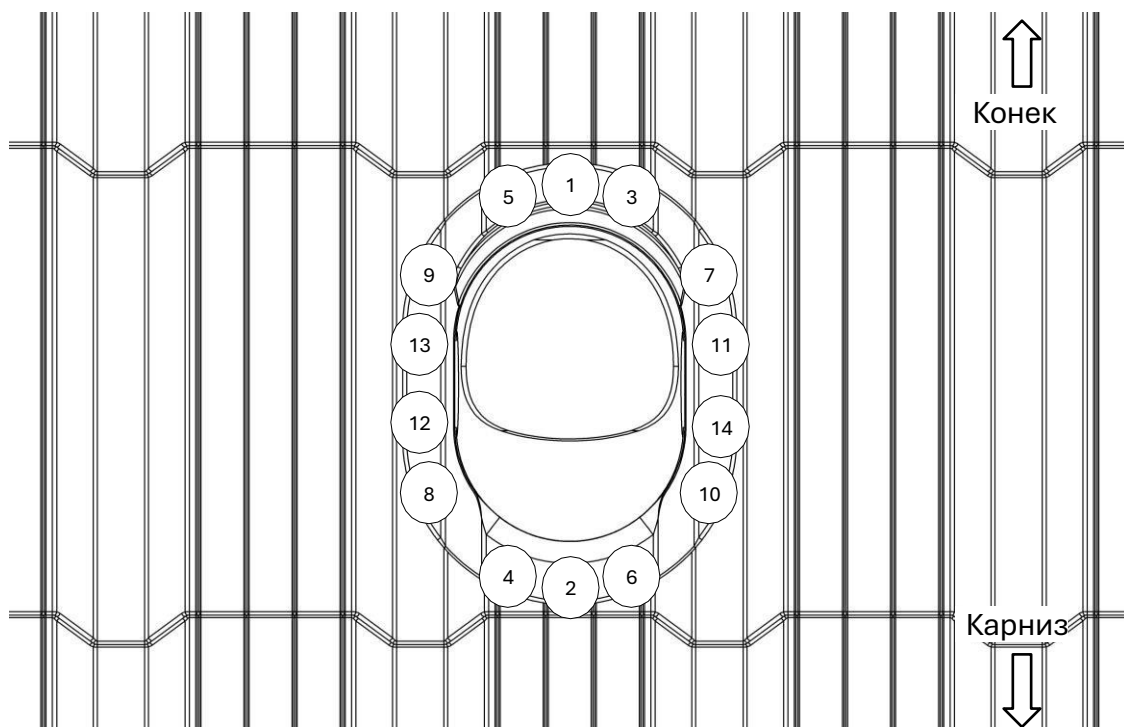

Рис. 4
4. Установить проходной элемент на кровлю и закрепить подходящими для данного типа кровли самонарезающими винтами в последовательности, показанной на рис. 4.